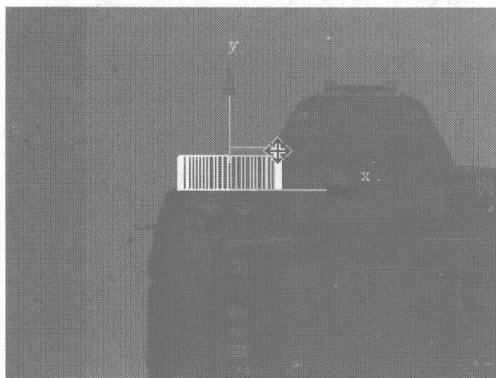
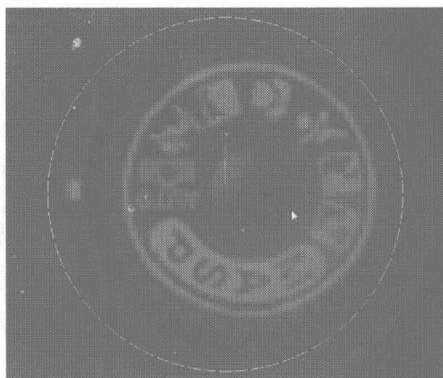

图 6.277
图 6.278
- 03** 切换节点编辑，在 Back 视图中调整圆柱体的高度与位置，如图 6.277 所示，在 Top 视图中选择如图 6.278